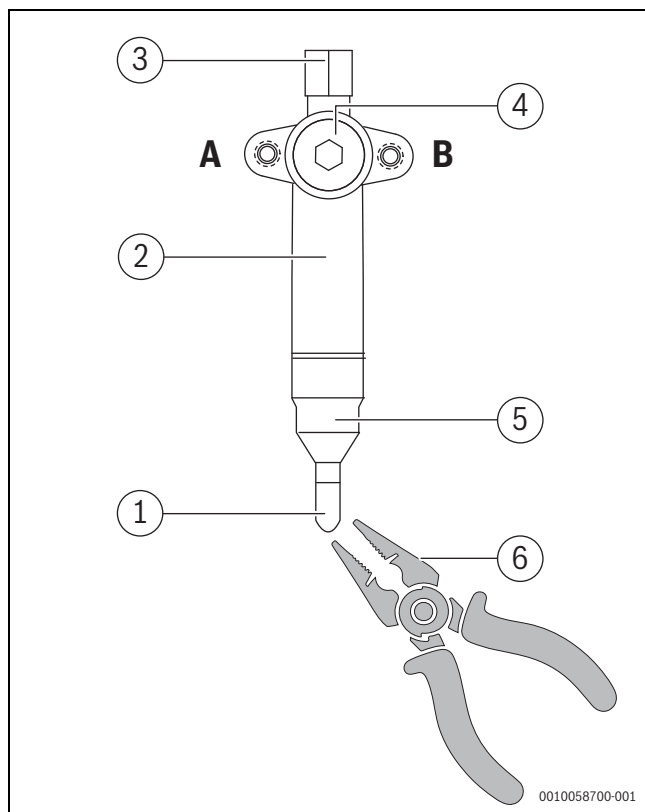

Bild 22
- ▶ Großen Dichtungsschlauch abziehen (→ Abb. 22).